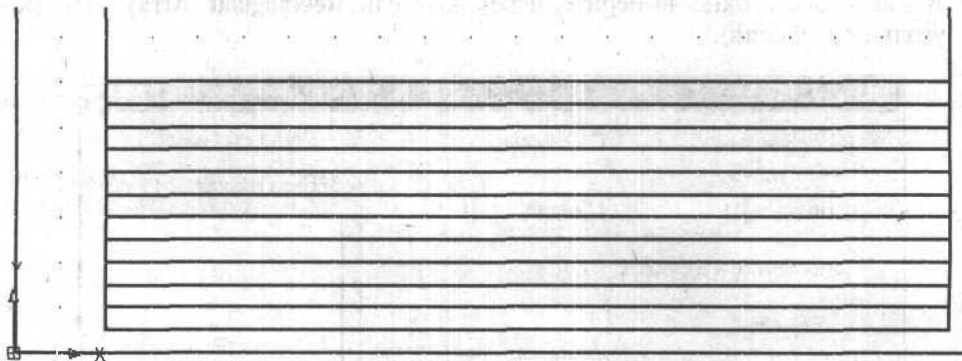

Рис. 5.9. Результат размножения отрезка массивом
8. Нажмите кнопку **ОК** для создания массива и выхода из диалогового окна. На чертеже будет построено десять дополнительных горизонтальных отрезков (рис. 5.9).